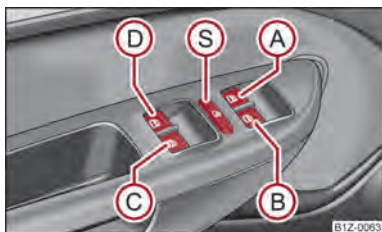

Fig. 20 Tastele din portiera șoferului
Tastele pentru fiecare geam se găsesc în cotiera din portiera șoferului ⇒ fig. 20, pasagerului față și în portierele spate ⇒ pagina 40.
Apăsând comutatorul de siguranță  ⇒ fig. 20, puteți scoate din funcțiune tastele din portierele din spate. Apăsând încă o dată comutatorul de siguranță , puteți restabili funcționarea tastelor din portierele din spate.
- Când se transportă copii pe locurile din spate, vă recomandăm să scoateți din funcțiune comutatoarele din portierele din spate (comutatorul de siguranță)  ⇒ fig. 20.